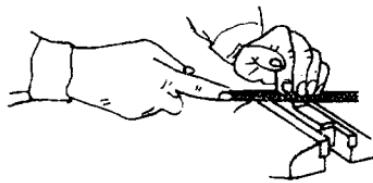

图 1-4 小型锉刀握持法
③小型锉刀握持法：右手的拇指和食指置于柄的上面和侧面，其它三指卷于柄下，左手用四个指头横压在锉刀中部上面，这样可防止锉刀受压而损坏，见图 1-4。